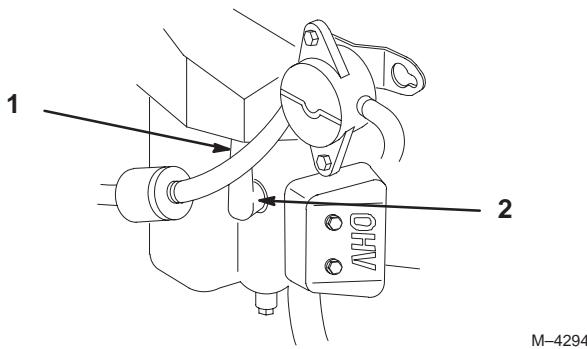

Figure 36
2. Débranchez le(s) fil(s) de(s) bougie(s) (Fig. 36). Nettoyez la surface autour des bougies pour éviter que des impuretés n'endommagent le moteur en tombant à l'intérieur.
3. Connectez les fils aux bougies (Fig. 36).